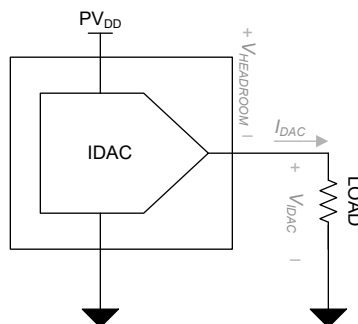

図 8-2. IDAC の消費電力
- IDAC チャンネルの消費電力は、 PV_{DD} の電源電圧、電流出力、IDAC ピンの電圧 (V_{IDAC}) の関数です。ヘッドルーム電圧 ($V_{HEADROOM}$) は、 PV_{DD} と V_{IDAC} の差として計算されます。 $V_{HEADROOM}$ を最小限に抑えて、デバイスの消費電力を低減し、最小 $V_{HEADROOM}$ 要件も満たします。 $V_{HEADROOM}$ が指定された電圧よりも低い場合、IDAC 出力はフルスケール電流出力をソースできません。図 8-2 に、出力電流の方向と、消費電力に影響を与える主要な電圧を示します。IDAC 出力は、出力電流に $V_{HEADROOM}$ 電圧を乗算した値に比例して消費電力に寄与します。